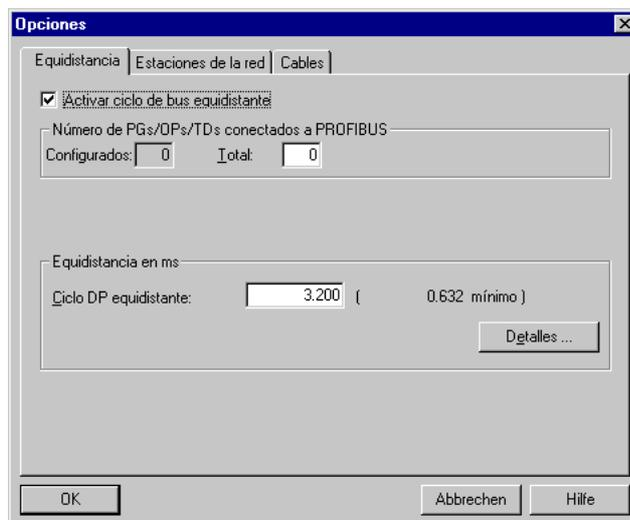

Figura 9-54 Activar Equidistancia en la CPU
- ◆ En la ventana Equidistancia active "Activar ciclo de bus equidistante" (comparar con Figura 9-54).